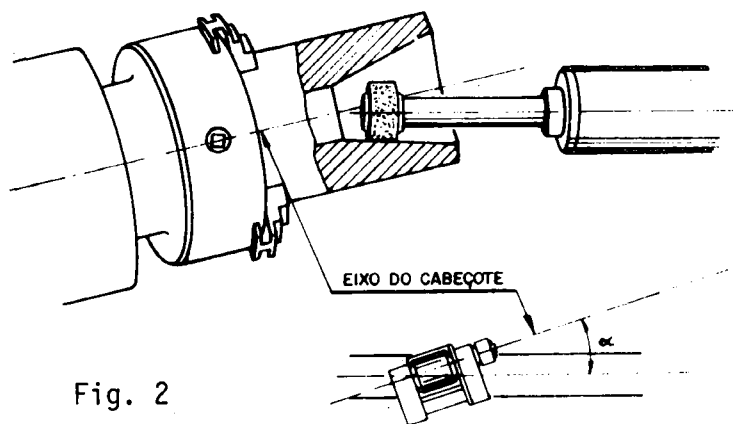

Fig. 2
- b Desloque-o no ângulo indicado (fig. 2).